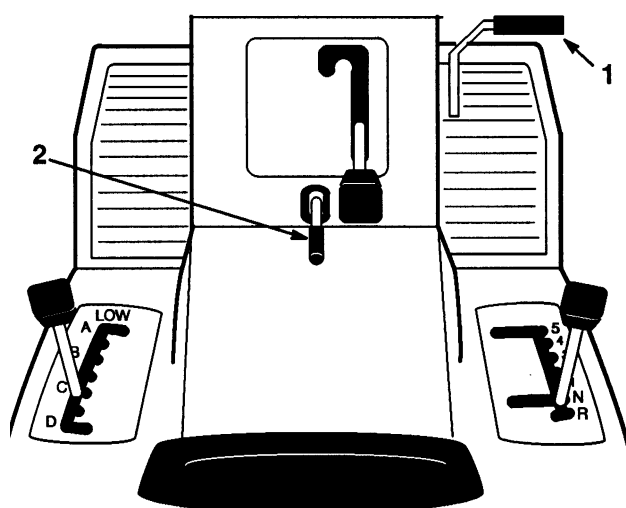

Fig. 2
1. Trykk bremsepedalen (fig. 2) ned og hold den nede.
2. Løft parkeringsbremsens hendel (fig. 2) og ta foten gradvis av pedalen. Bremsepedalen skal holde seg nede (låst).
1. Trykk ned bremsepedalen (Fig. 2). Bremsehendelen skal da frigjøres.